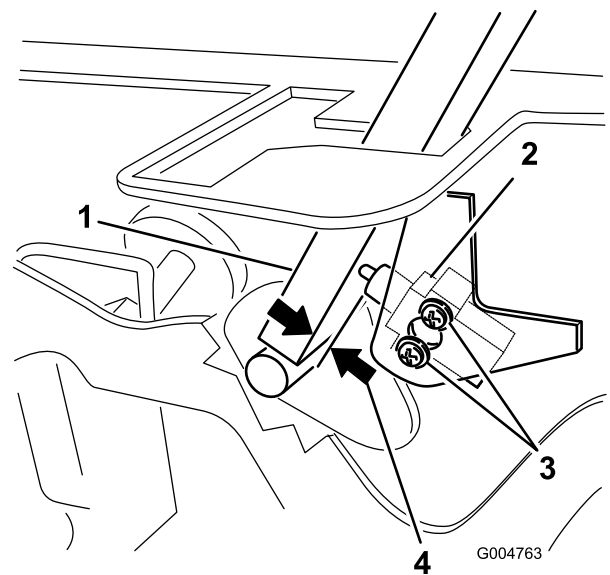

Figura 59
3. Afloje los 2 tornillos que fijan el interruptor de seguridad (Figura 59).
4. Sujetando la palanca de control contra el bastidor, mueva el interruptor hacia la palanca hasta que la distancia entre la palanca y el cuerpo del interruptor sea de 0,4 a 1 mm (Figura 59).